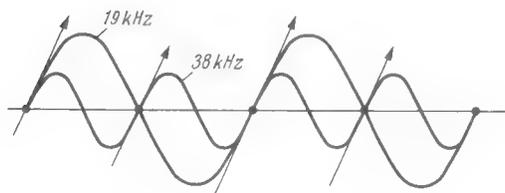

Bild 11. Bedingung für die Phasenlage von Pilotton und Hilfsträgerfrequenz zueinander
4.3 Der Hilfsträger soll die zweite Harmonische des Pilottons sein. Ferner soll seine Spannungskurve die Zeitachse immer dann mit positiver Neigung kreuzen, wenn die Spannung des Pilottons durch Null geht (Bild 11).